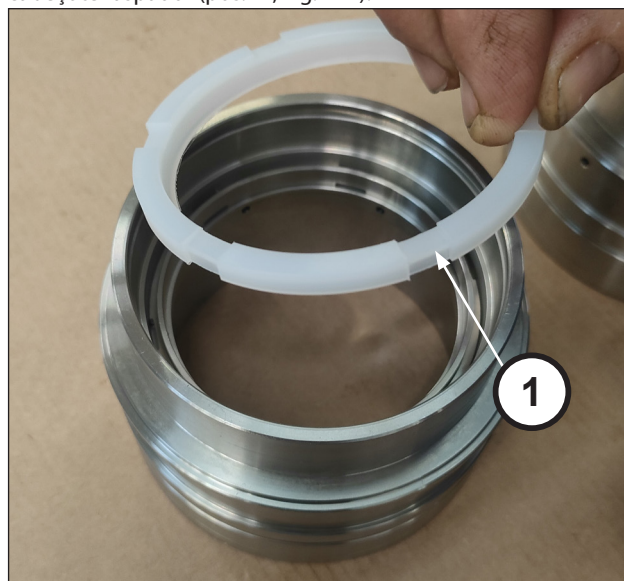
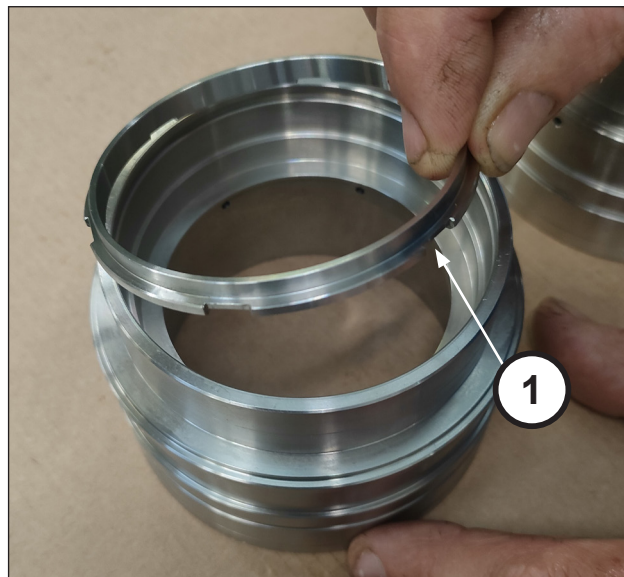

Fig. 146
Fig. 147
Remova o anel raspador (pos. ①, Fig. 146) e o anel do cabeçote raspador (pos. ①, Fig. 147).